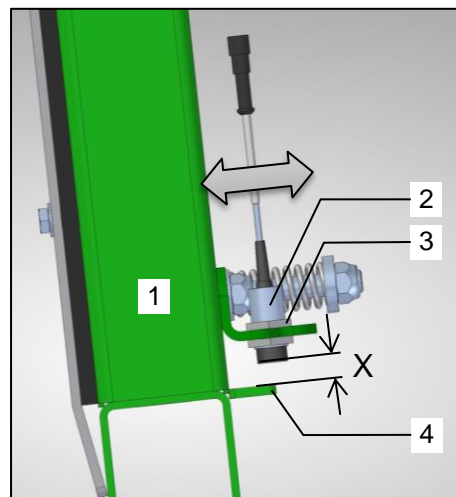

Bild 34: Sensor Einstellung
Mit Hilfe der Befüllautomatik wird der Transportboden automatisch bei Erreichen eines definierten Materialdrucks im Laderaum betätigt. Hierbei wird die Bewegung der mittleren Rungen der Stirnwall durch einen Sensor (Bild 34 / Pos.1) registriert. Spricht die Befüllautomatik zu schnell an, muss eine Einstellung des Sensors vorgenommen werden.
Der Sensor (Bild 34 / Pos.2) an der Stirnwall (Bild 34 / Pos.1) wird bei Ruhestellung eingestellt. Die mittleren Rungen der Stirnwall (Bild 34 / Pos.1) sind hierbei nicht belastet.
Unter Berücksichtigung des Abstands „X“ zwischen Sensor (Bild 34 / Pos.2) und Signalgeber (Bild 34 / Pos.4) wird der Sensor (Bild 34 / Pos.2) verschoben. Hierbei muss wie folgt vorgegangen werden:
- Verfahren Sie die Stirnwall (Bild 34 / Pos.1) in Transportstellung.
- Lösen Sie am Sensor (Bild 34 / Pos.2) die Mutter (Bild 34 / Pos.3).
- Spricht die Befüllautomatik beim Beladen zu schnell an, platzieren Sie den Sensor (Bild 34 / Pos.2) näher in Richtung Stirnwall (Bild 34 / Pos.1).
Soll die Befüllautomatik beim Beladen früher ansprechen, platzieren Sie den Sensor (Bild 34 / Pos.2) weiter von der Stirnwall (Bild 34 / Pos.1) weg.
- Halten Sie den Sensor (Bild 34 / Pos.2) in dieser Position und ziehen Sie die Mutter (Bild 34 / Pos.3) unter Berücksichtigung des maximalen Anzugsmoments wieder an.
Spricht die Befüllautomatik beim Beladen zu schnell oder zu spät an, muss erneut eine Einstellung des Sensors (Bild 34 / Pos.2) vorgenommen werden.